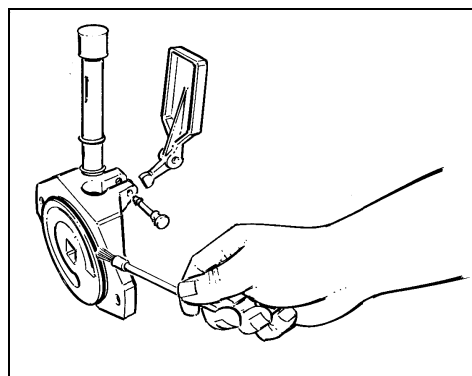

Fig. 30
- Lubrificare accuratamente la guarnizione di tenuta della flangia frontale (fig.30).